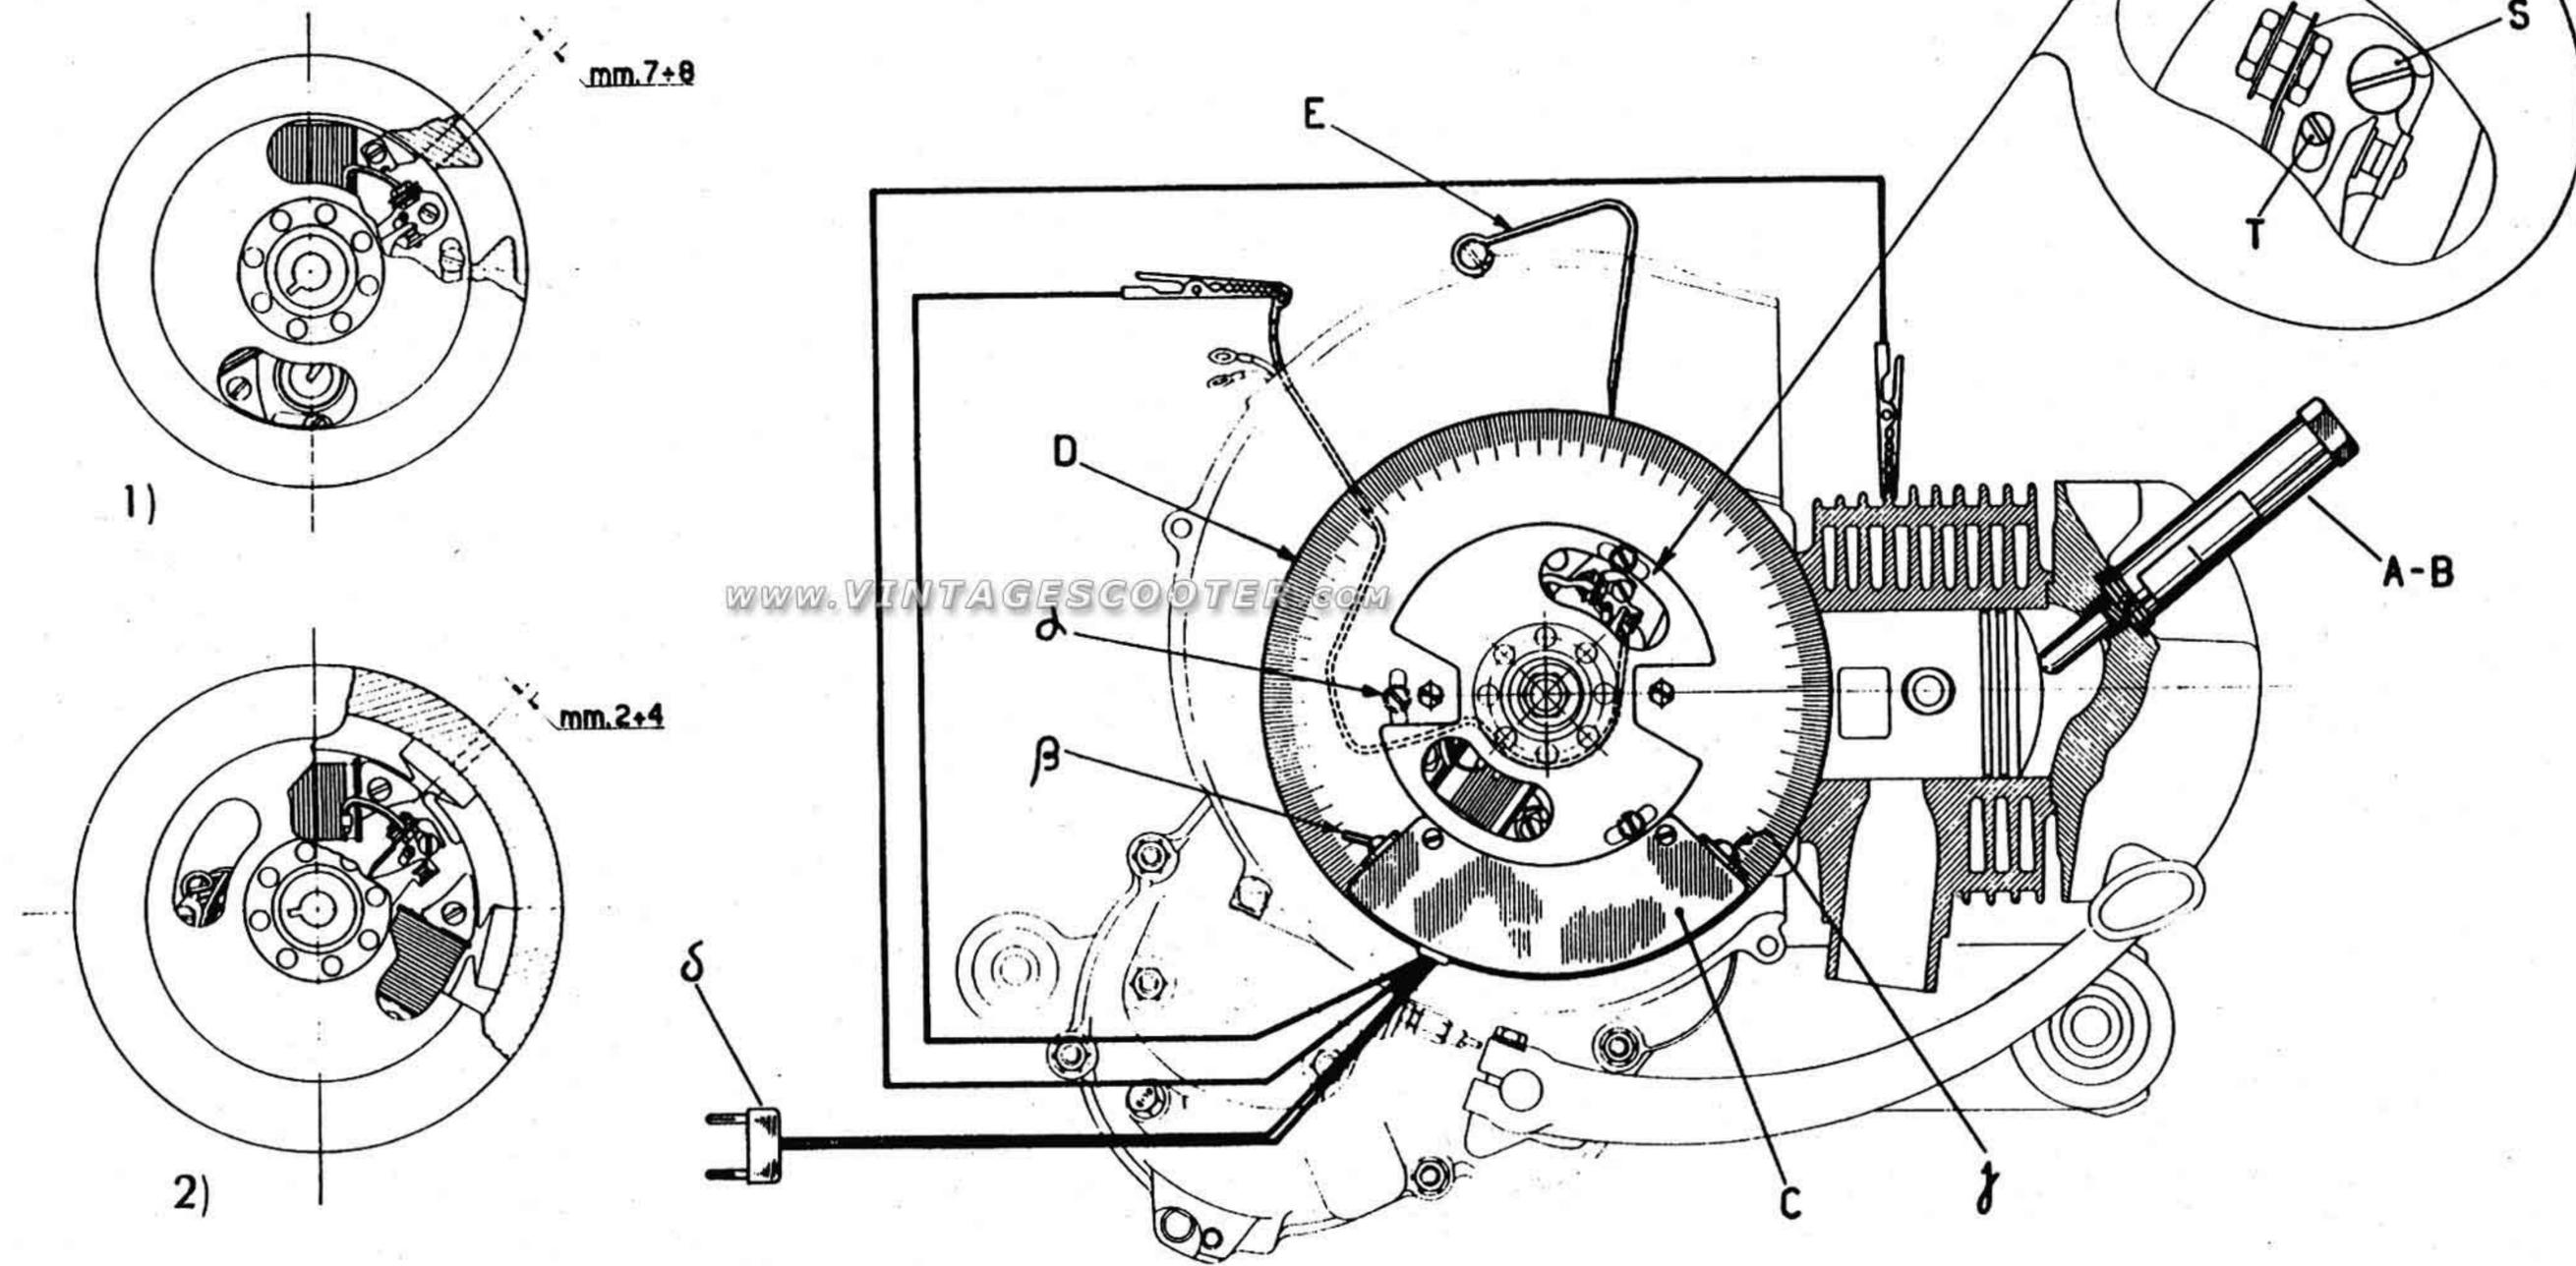

Fig. 72
- b) - Tourner le stator de façon que la bobine H. T. prenne la position indiquée dans les détails 1) et 2) de la fig. 72 selon le type du volant adopté.
1. - Desserrer les vis « u » (fig. 72) de fixation du stator au carter.
7. - Agir maintenant par les ouvertures du rotor, déplacer le stator de manière que l'extrémité de la bobine pour H. T. soit éloignée de l'expansion polaire illustrée dans les détails 1) et 2) de la fig. 72 pour plusieurs types de volants de la mesure indiquée dans ces détails.
Si avec les opérations citées **on n'obtiens pas que l'écartement des contacts commence avec la bobine H. T. dans la limite de calage** admis (détails 1 et 2 fig. 72) il est préférable de **remplacer le rupteur et répéter l'opération de calage** pour arriver au résultat désiré. WWW.VINTAGESCOOTER.COM
Avis - Pour contrôler le calage on peut utiliser aussi l'appareil T. 0023278, analogue à celui du dessin T. 0027533 illustré à fig. 72 mais qui fonctionne en c. c. 4 V.